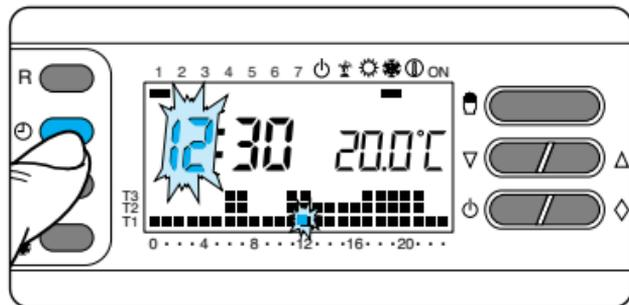

Fig. 18
3.4 -Premere il pulsante (fig. 18).